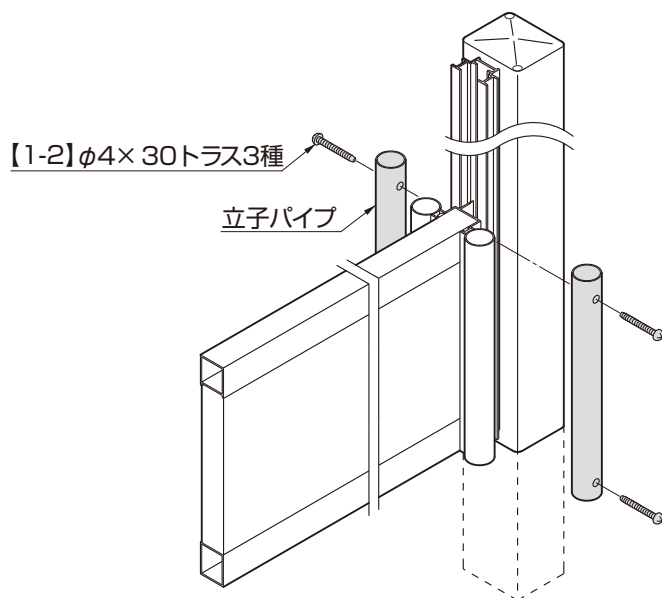
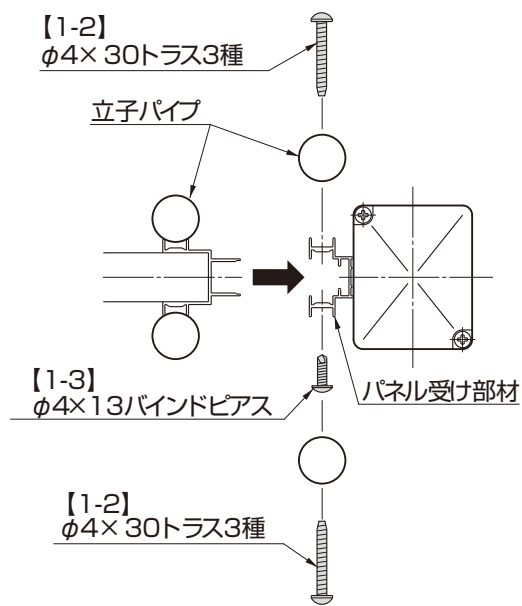

図4-8
図4-9
② 立子パイプを【1-2】で固定してください。(図4-8,図4-9参照)